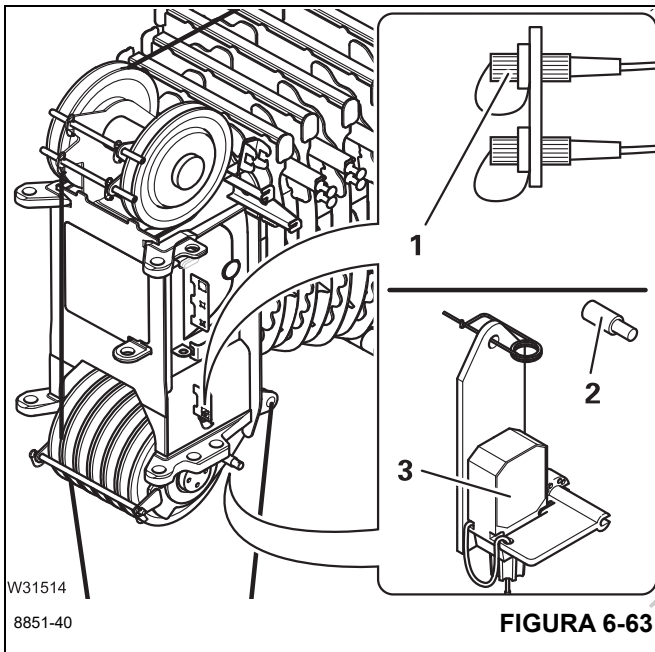

FIGURA 6-63
- Retire el enchufe y cierre el receptáculo con la tapa protectora (1), (Figura 6-63).
- Retire el interruptor de prevención del contacto entre bloques (3), (Figura 6-63), de la escuadra (2), (Figura 6-63).
- Sujete el pasador de retención (4), (Figura 6-63), al interruptor de prevención del contacto entre bloques.